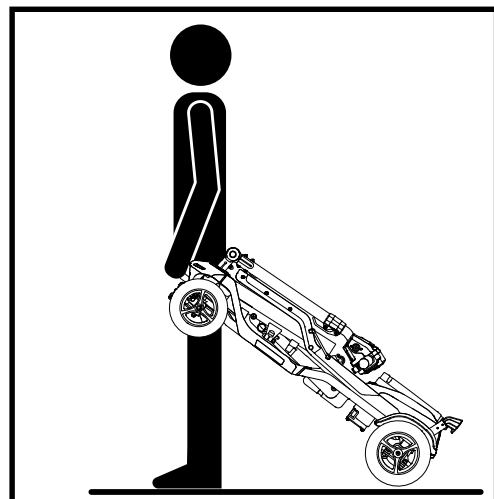

Figure 15. Transport
Pour transporter votre scooter plié (voir figure 15):
1. Pliez votre scooter comme indiqué à l'étape 5 de la figure 15. Reportez-vous à V. "Démontage/Montage et Pliage/Dépliage" pour plus d'informations.